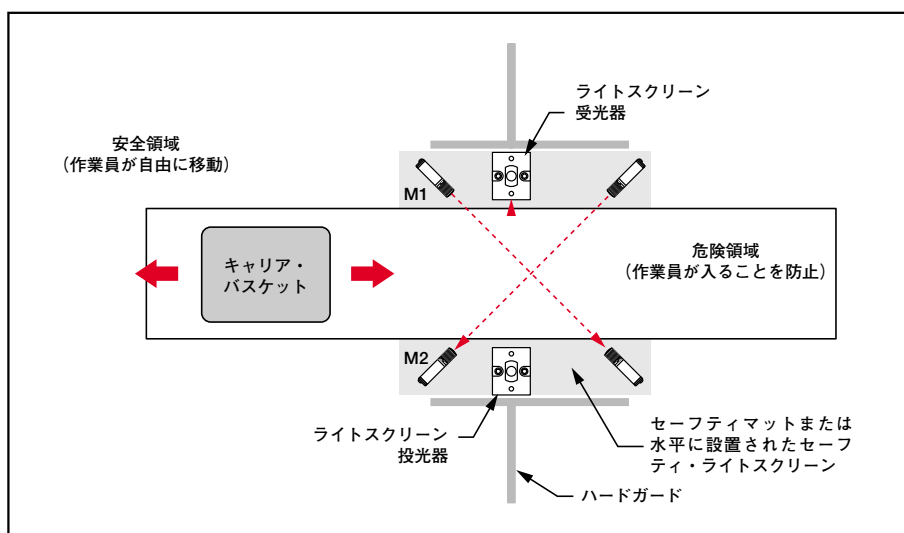

Fig.B-1 透過モードの光電ミューティング・デバイスを2ペア使用した、「X」パターンの出入口システム
(たとえば「X」パターンの出入り口システムなど；Fig. B-1参照)
- 作業員が両方の光軸 (Fig. B-1の斜め破線) を遮光してミューティング状態を開始することが不可能であるようにしてください。設置をチェックして、意図せぬミューティングが不可能であることを確認してください。光軸の「交点」は危険エリア内になければならず、作業員が上下や周囲から交点に近づくことができないようにしてください。